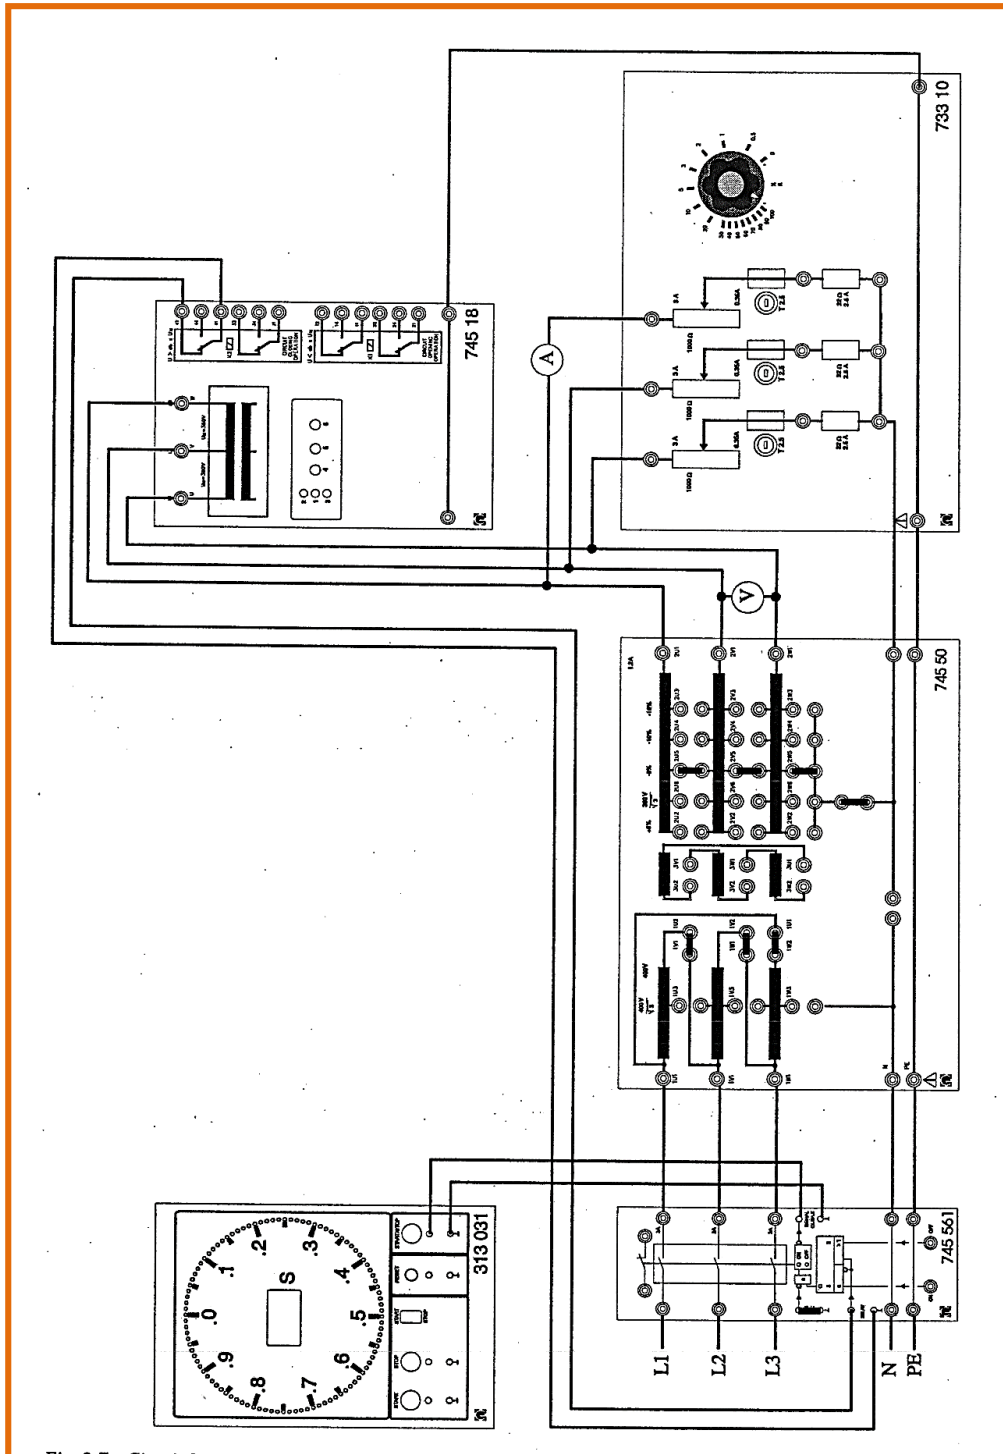

Figure 5.3. Circuit pour mesurer le temps d'enclenchement des relais (Maximum et minimum de tension).
- ☞ Réaliser le montage de la figure 5.3 et répéter quelques mesures de l'essai N°1 et N°2.